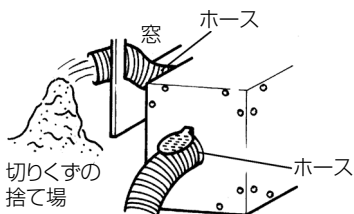

図 12
(1) 吸込口と吐出口にホースを取付けます。
(2) 吐出口に取付けたホースの先端を屋外の切りくずの捨て場へ持ち運びます。(図 12)
(3) スイッチを入れ、ファンの回転が十分に上がってから、切りくずの搬送作業を行ないます。